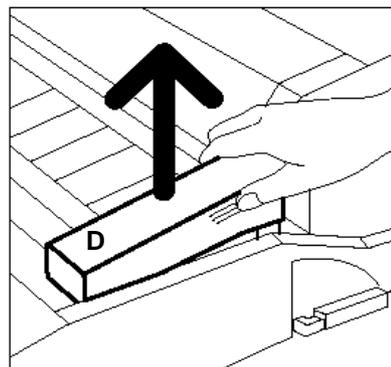

Fig. 36: Estrazione della vecchia cartuccia dell'olio del fusore (D)
- 6** Sollevare la cartuccia dell'olio dal modulo, come illustrato in Fig. 36. Tenere ben ferma la cartuccia finché tutto l'olio in eccesso non è sgocciolato dentro l'apposito contenitore. Tenere un foglio di carta sotto l'iniettore in modo da raccogliere eventuali gocce d'olio che possono cadere durante l'estrazione della cartuccia dalla macchina.